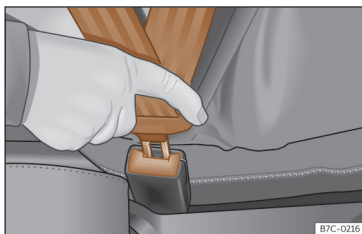

Fig. 19 Inserir a lingueta do cinto de segurança no fecho correspondente.
- Encaixe a lingueta no fecho do respetivo banco >>> **Fig. 19.**